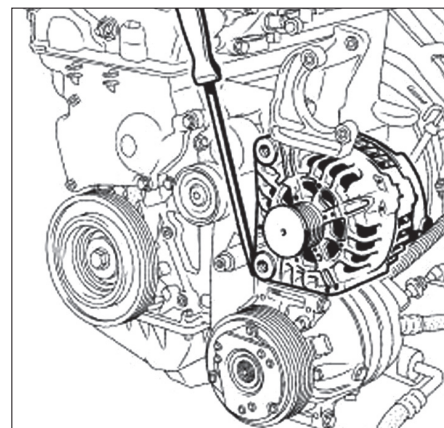

FIG. 3
- Déposer l'alternateur à l'aide d'un tournevis (Fig.3).